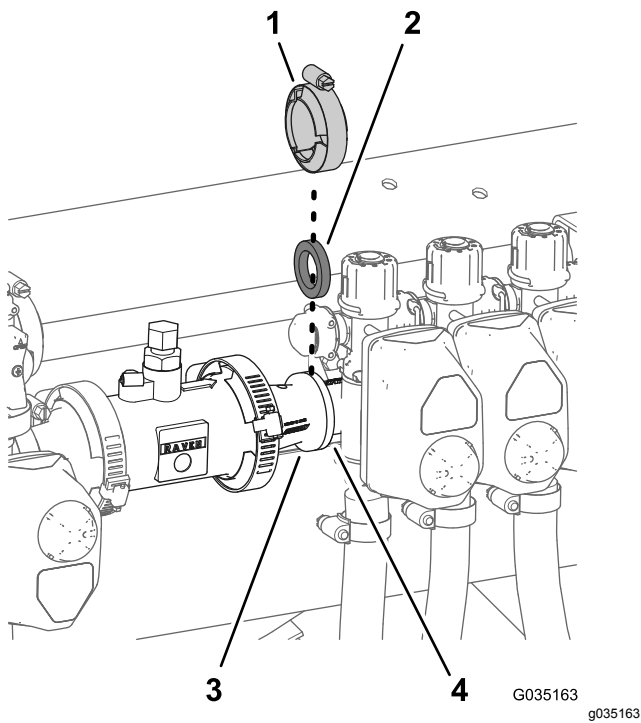

图 36
3. 对于带 ExcelsaRate 打药车系统的机器拆下将异径管适配器固定至左喷洒臂段阀的法兰夹具和垫片 **图 36**。